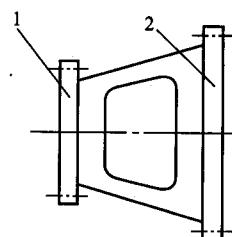

图1-7 液压泵安装体结构
① 齿轮泵的轴伸 不能承受径向力与轴向力，这是各类液压泵的共同特性。
② 液压泵安装体结构 安装体一般用铸铁制造，其结构如图1-7所示，1、2两端法兰分别与液压泵法兰和Y系列B5或B35电动机的法兰连接。这种安装形式对液压泵与电动机（发动机）两轴的同轴度的误差，基本可以消除，泵运转时也无噪声，是延长液压泵使用寿命的有效途径，因此工程上越来越多地采用安装体安装方式。
③ 用脚架（弯板）安装液压泵 液压泵轴端不允许用带轮和链轮直接传动，因各类液压泵的轴伸绝对不允许径向受力。用联轴器与发动机（电动机）输出轴连接时，联轴器的内孔不能有过盈量，装配时不许拿铁锤用力敲打联轴器。一般不推荐用脚架安装液压泵。